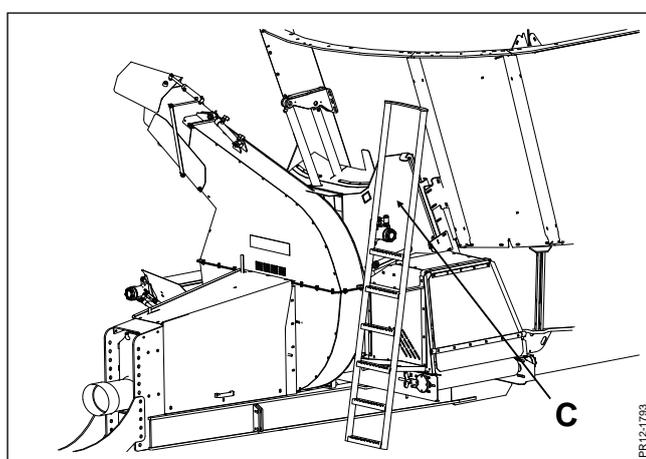
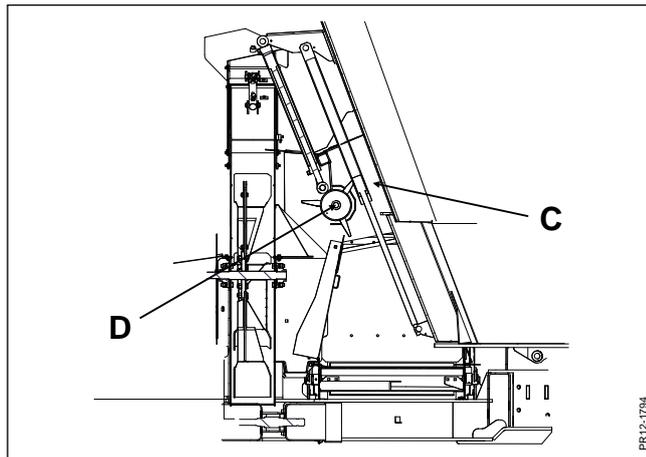

Fig. 2-2
Fig. 2-3
Fig. 2-2 Une telle combinaison est possible en raison de la capacité du rotor de distribution, ou distributeur, de paille (C) à se déplacer selon un axe vertical, permettant ainsi d'alterner facilement entre les aliments et la paille de litière.
Fig. 2-3 Illustre la même partie de la machine que la Fig. 2-2, à la seule différence qu'elle donne une vue transversale en longueur de celle-ci. Il s'agit là du réglage pour la position d'alimentation. Le rotor de distribution de paille (**D**) ne peut pas tourner dans cette position.
- 1) Avant de procéder à la distribution de paille de litière, déplacez le distributeur de paille (cf. Fig. 2.2 (C)) vers le bas ; pour ce faire, poussez le commutateur (1) vers la gauche.
- 2) Pour connecter le distributeur de paille de litière, poussez le commutateur (2) vers la droite.
2) Avant de procéder à la distribution d'aliments, poussez le distributeur de paille de litière (cf. fig. 2.2 (C)) vers le haut ; pour ce faire, poussez le commutateur **(1)** vers la droite.